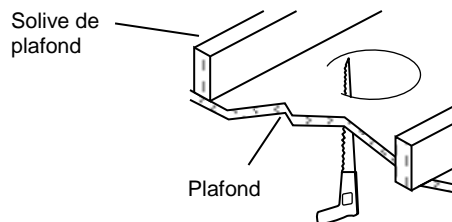

Fig. 1
2. Utilisez une scie à guichet pour pratiquer une ouverture de 6 ¼ po (15,88 cm) de diamètre dans la cloison du plafond. (Fig. 1) (**Note:** veiller à ce que l'ouverture ne dépasse pas les dimensions prescrites par le gabarit. Une ouverture trop grande pourrait nuire à l'installation adéquate du luminaire.)